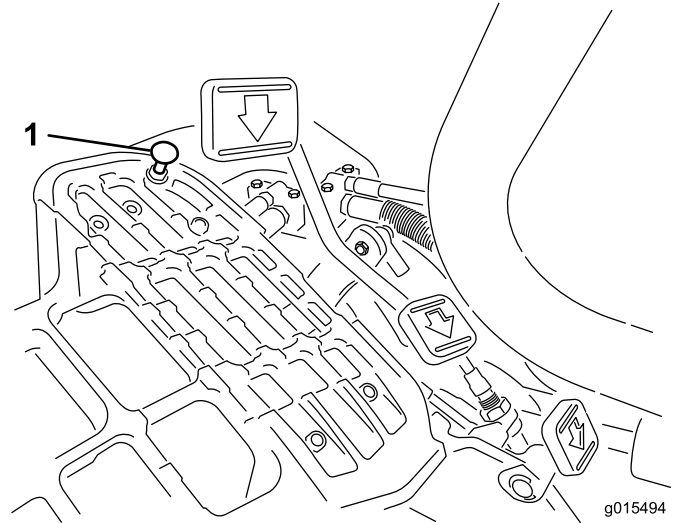

Bild 38
Stellen Sie den Funktionsschalthebel in die TRANSPORT-Stellung und treten Sie auf das Fahrpedal, um die maximale Transportgeschwindigkeit zu erreichen. Wenn das Pedal den Anschlag erreicht (Bild 38), bevor das Kabel gespannt ist, führen Sie folgende Einstellungsschritte aus:
1. Stellen Sie den Funktionsschalthebel in die TRANSPORT-Stellung lösen Sie die Sicherungsmutter, mit der der Pedalansschlag an der Bodenplatte befestigt ist (Bild 38).